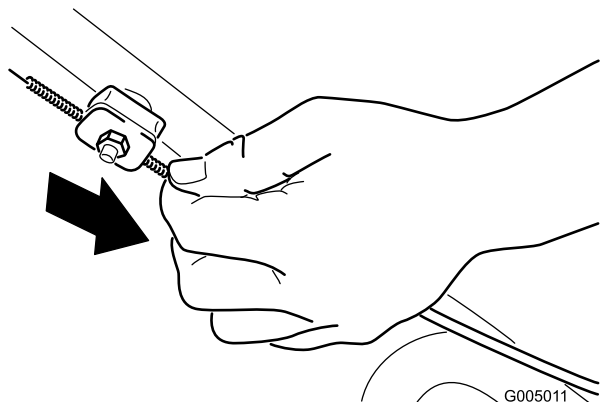

Figura 23
2. Abbassare la guaina del cavo (verso il tosaerba) fino a tendere il cavo (Figura 23).